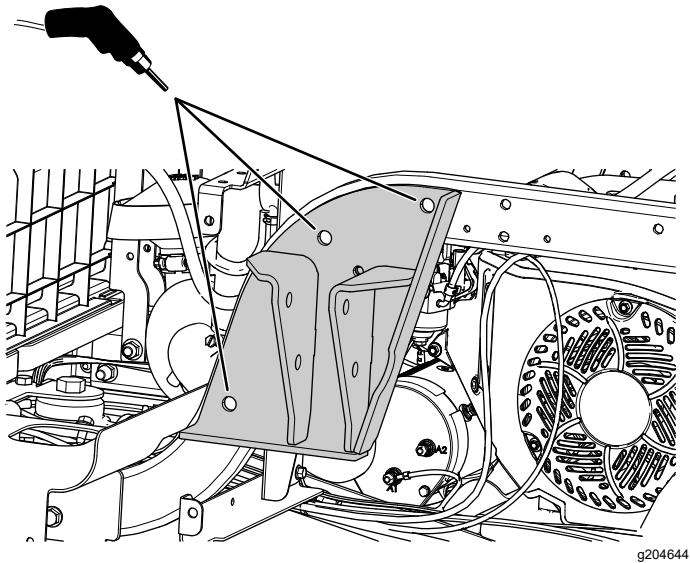

Bild 21
4. Verwenden Sie eine Überrollschutzhalterung als Schablone und bohren Sie drei 13,5 mm (17/32") große Löcher in den Rahmen (Bild 21).